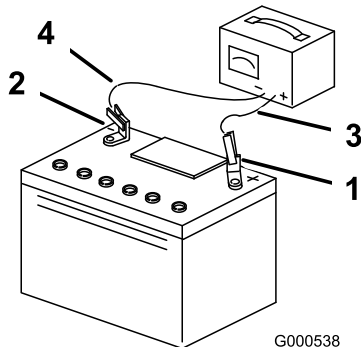

Bild 56
3. Ziehen Sie den Stecker des Ladegeräts aus der Steckdose, wenn die Batterie ganz aufgeladen ist. Klemmen Sie dann die Klemmen des Ladegeräts von den Batteriepolen ab (Bild 56).